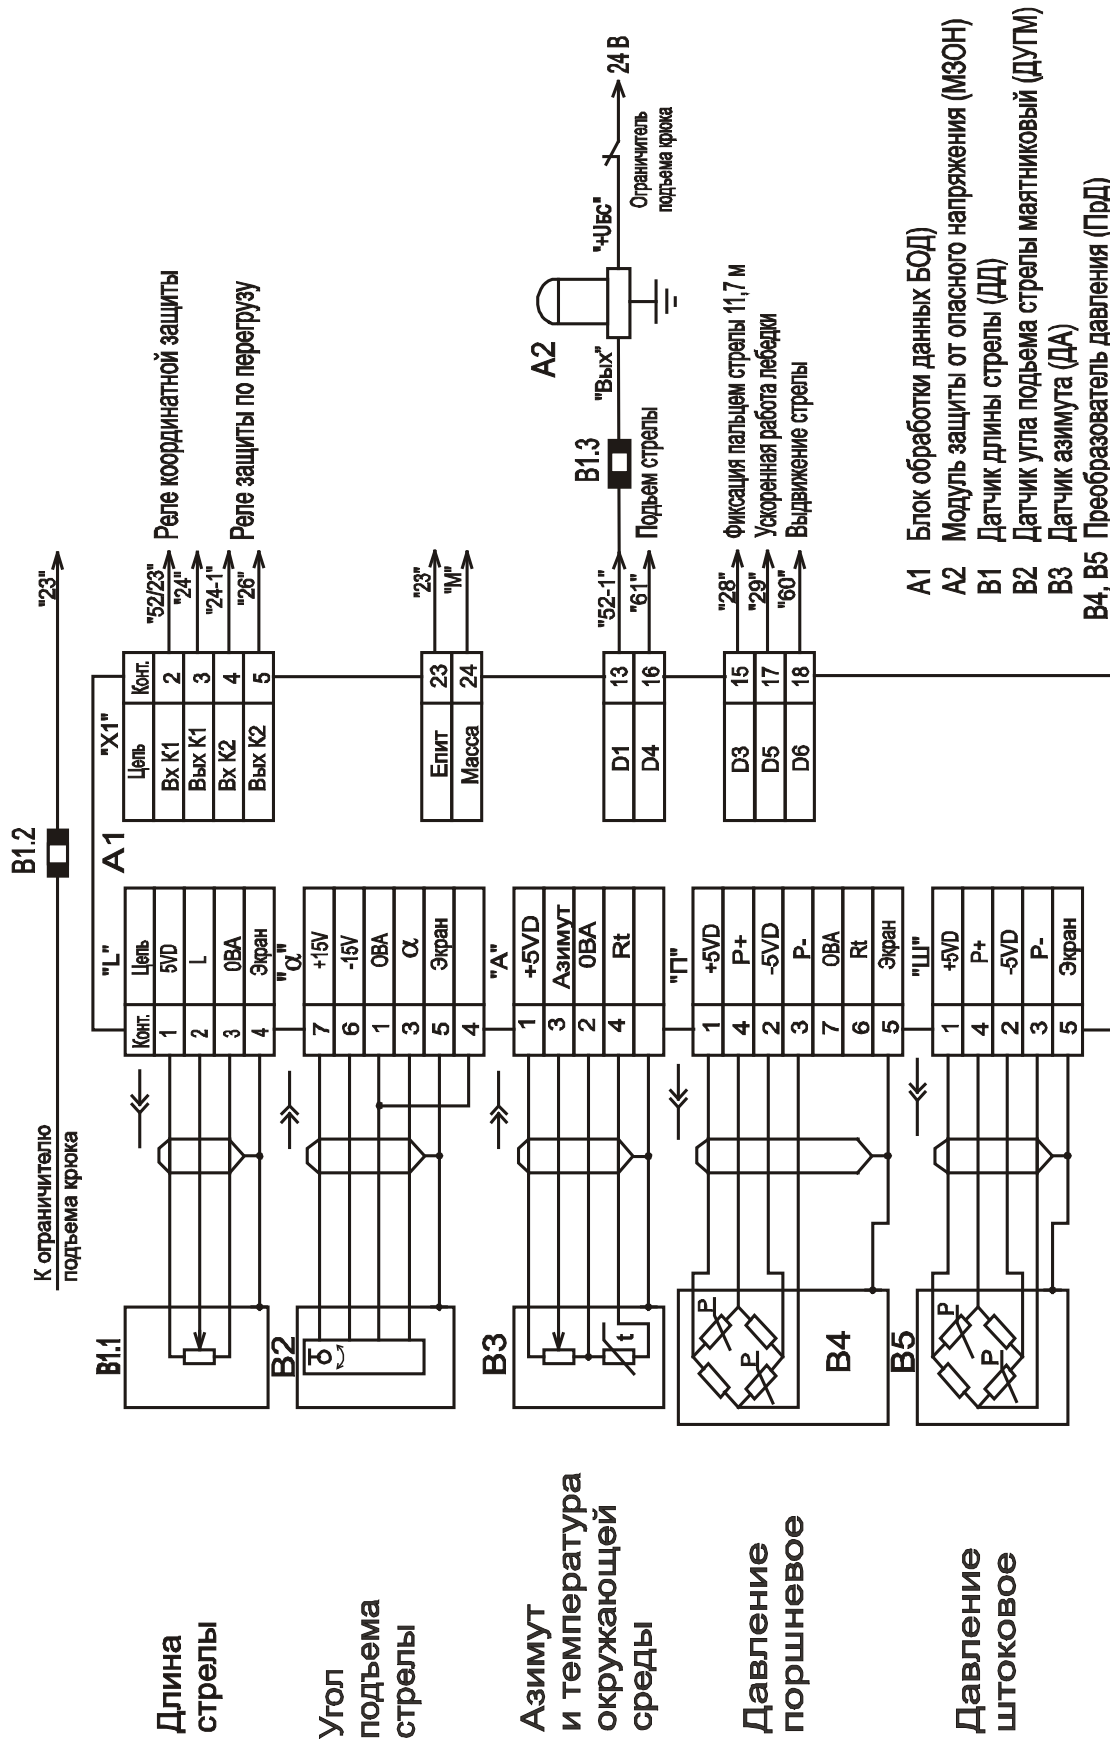

Рисунок 2 - Схема подключения составных частей ограничителя ОНК-140 на кране
1.4.2 БОД подключается к системе управления крана (см. рисунок 2) посредством разъемов: через разъем X1 БОДа проходят цепи управления исполнительными механизмами, цепи питания изделия, сигналы с концевых выключателей, связанных с ручками управления крана; датчики подключаются к прибору через индивидуальные разъемы.